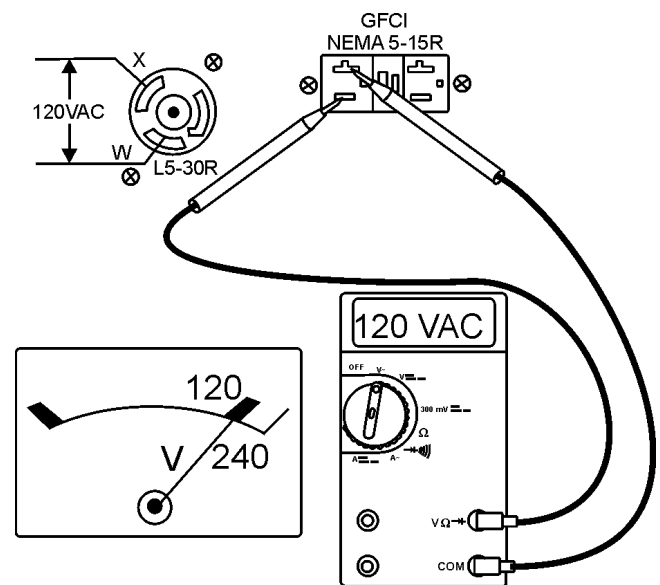

Figure 22. Les prises GFCI/L5-30R 120 V
- Lisez le voltmètre sur le panneau avant du générateur (figure 22) et vérifiez que 120 V CA est bien affiché. En utilisant un voltmètre externe comme le montre la figure 22, vérifiez que du 120 V CA est présent à la prise tournante de verrouillage de 120 V et aux prises doubles GFCI.